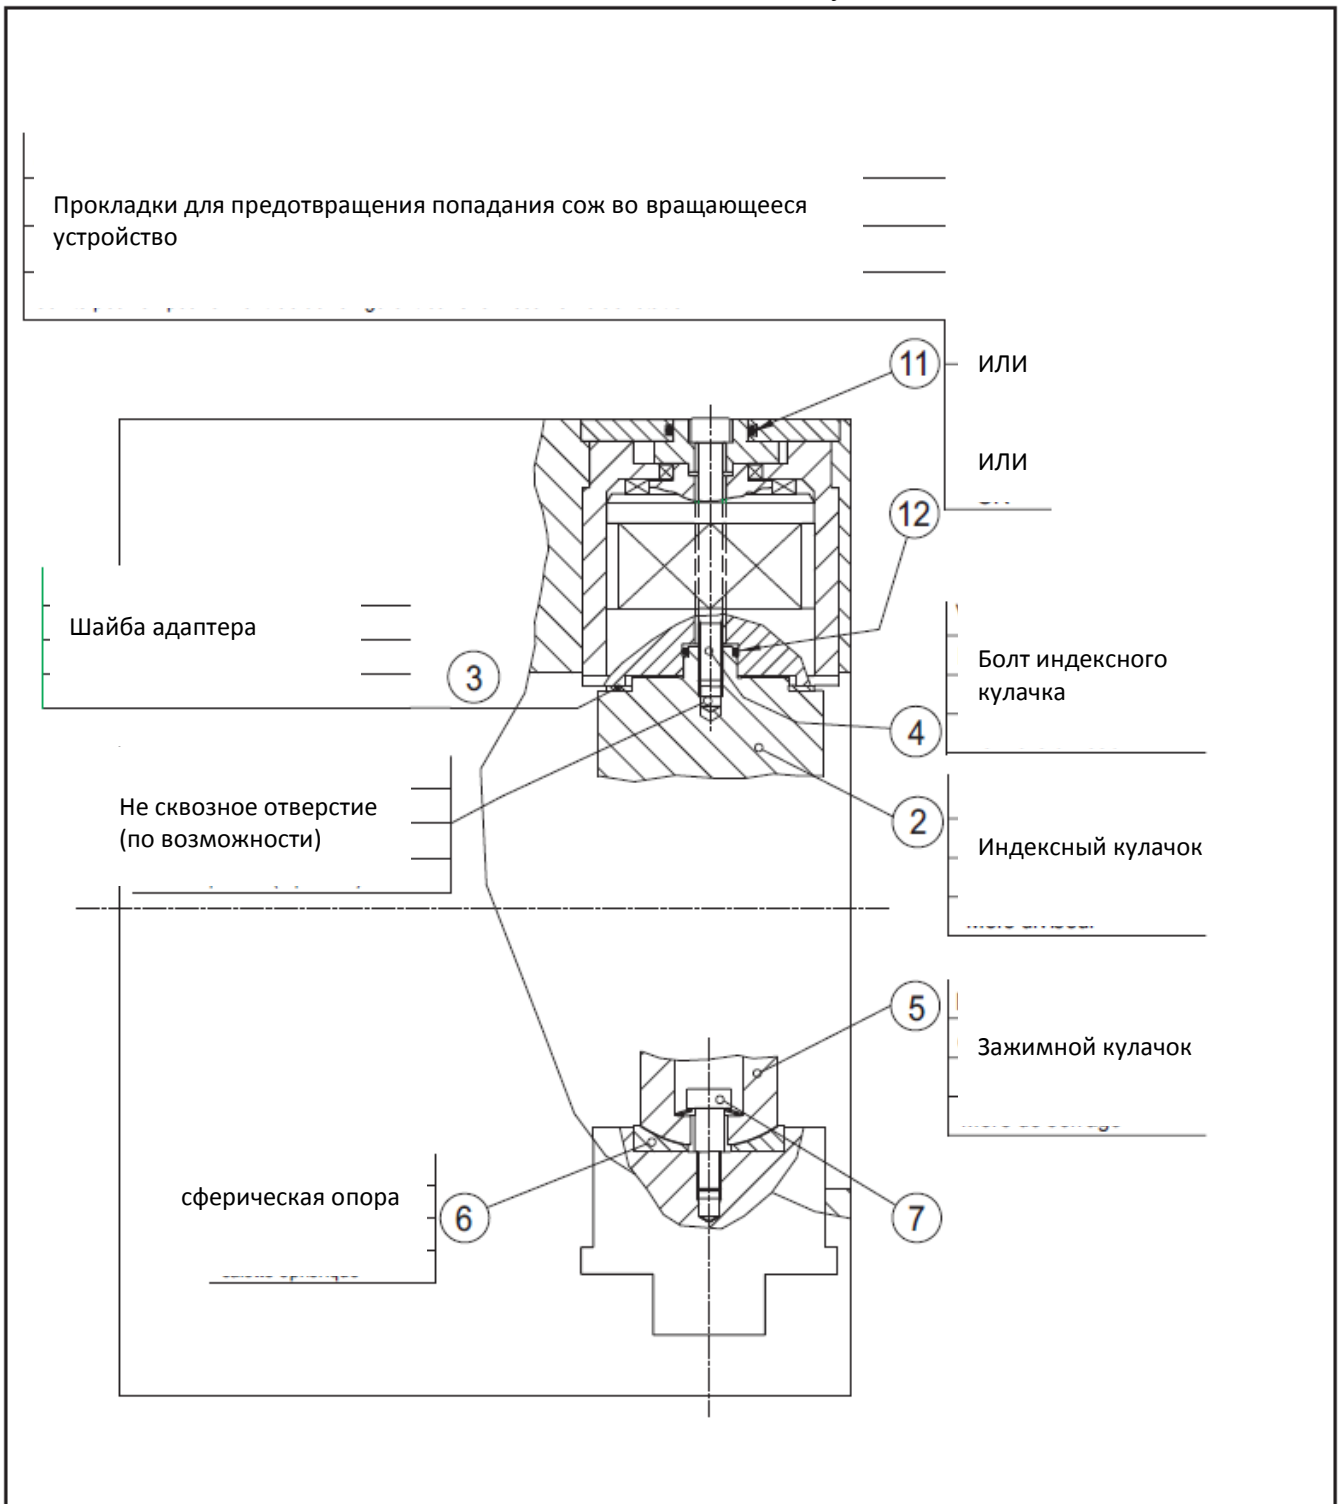

рисунок 14
Для предотвращения вибрации шип индексного кулачка (2, рисунок 14) должен не иметь люфта в стыковочном гнезде (смотрите рисунок в таблице данных).
Для простого выполнения осевого позиционирования заготовки используйте регулирующую шайбу (3, рисунок 14).
Патрон поставляется сбалансированным (на скорости 2/3 от максимальной) и с винтом для индексного кулачка (4), без чашки (6) и ее винта (7); зажимной стержень устанавливается на 2/3 полного хода (смотрите рисунок 14).